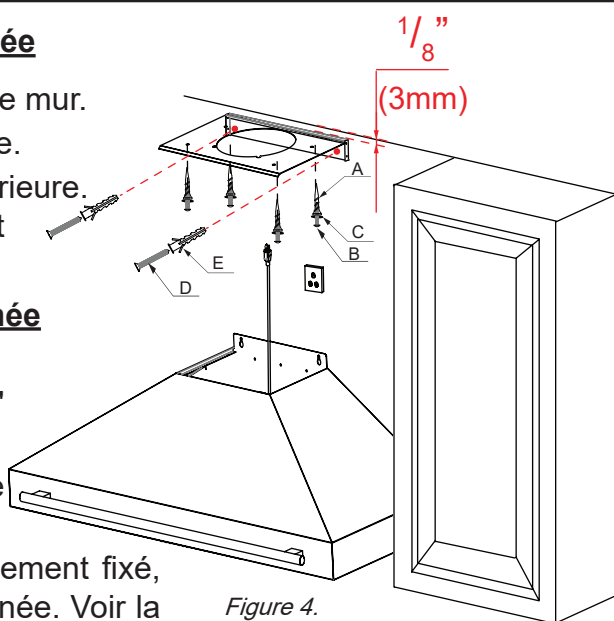

Figure 4.
- Marquez l'emplacement des trous de vis du support sur le mur. Voir la figure 4.
- Insérez les tubes d'expansion en plastique Φ 0,236" $\times$ 1,142" (E) à fond dans les trous percés.
- Fixez le support de montage de la cheminée à l'aide des vis autoperceuses ST#3,5 $\times$ 1,18" (D).
- Veillez à ce que le support soit de niveau et solidement fixé, car il soutiendra le couvercle supérieur de la cheminée. Voir la figure 4.
- Insérez complètement les chevilles à expansion en plastique spiralées $\Phi 0,51" \times 1,61"$ (A) dans le mur.
- Placez les rondelles plates (C) sur les trous de montage.
- Fixez le support à l'aide des vis à tête cylindrique #6-32 $\times 1-3/8"$ (B) à travers les rondelles dans les ancrages.
- Vérifiez que le support est de niveau et bien fixé. Voir la figure 4.